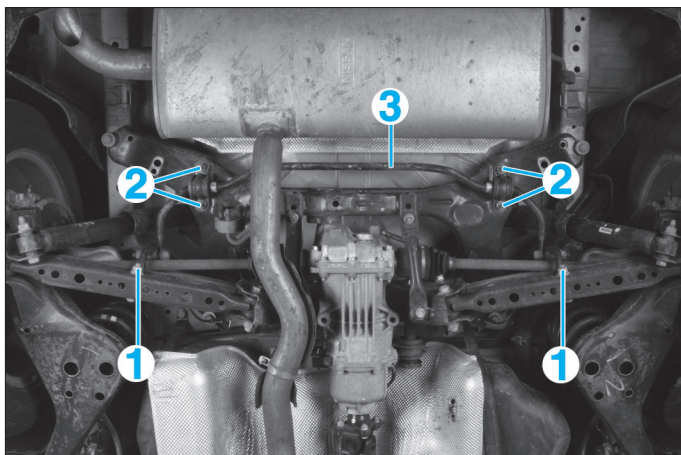

Fig. 22
- les fixations de la biellette (1) de barre stabilisatrice (Fig.22),
- les fixations (2) des paliers de barre stabilisatrice sur le berceau arrière,
- la barre stabilisatrice (3).